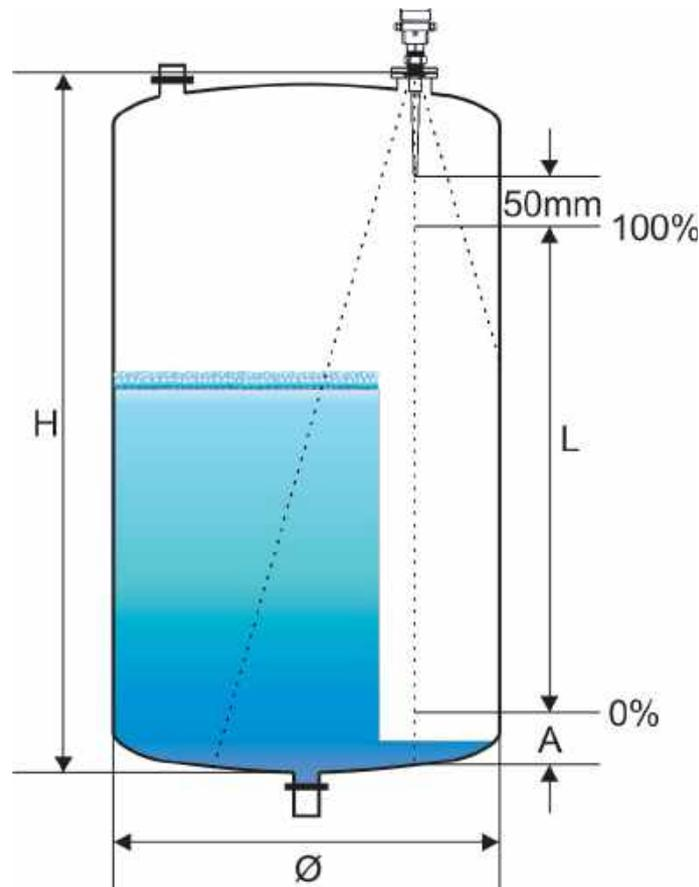

Fig. 3
- L'eventuale formazione di depositi, che disturberebbero il corretto rilevamento della misura, sconsiglia di rilevare il livello fino a toccare l'estremità inferiore dell'antenna. Pertanto si consiglia di mantenere una distanza tra il 100% e l'estremità inferiore dell'antenna, non minore ai 50 mm. (Fig. 3)
- Per evitare di rilevare il fondo del serbatoio, con prodotti a bassa costante dielettrica (Gruppi I e II) si consiglia d'innalzare il punto di 0% (Fig. 3) non inferiore al valore A